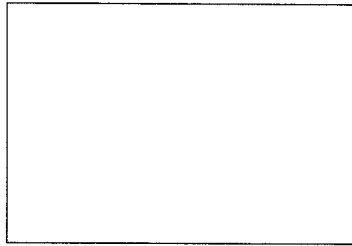

Abb. 3: Akku aufladen mit optionaler Ladestation CU 40
### 3.2 Betrieb mit Akku (siehe Abb. 3)
Zum Aufladen des Akkus brauchen Sie nur den Sender (1) wie in Abb. 3 gezeigt in die optionale Ladestation CU 40 zu stellen.